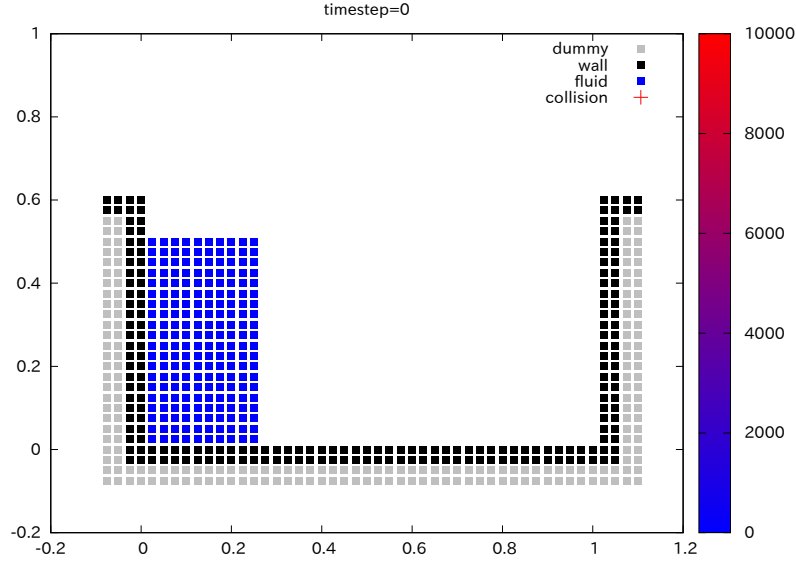
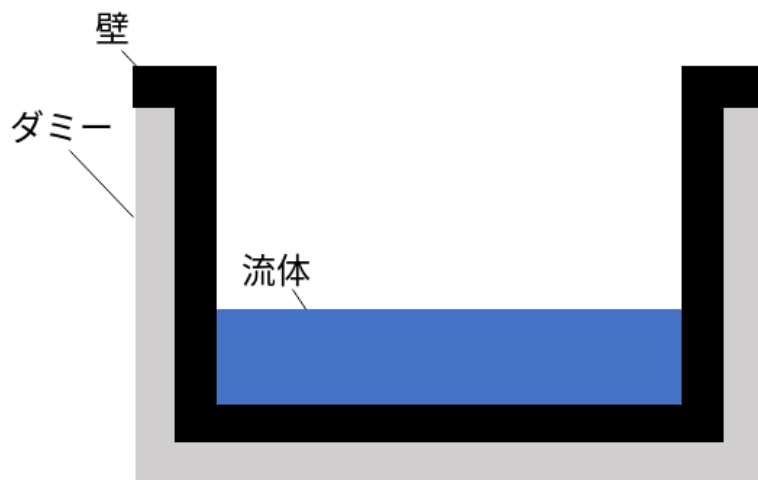

図1 検証モデル (青点:流体粒子, 灰点:ダミー粒子, 黒点:壁粒子)[1]
図 2 終状態
初期状態は図 1 のような箱の中の一部に流体が分布したような状態を考える. 具体的には以下のような条件とする.
2. 図 1 のような初期条件において、十分な時間が経過すれば流体が図 2 のように箱の中で安定な終状態になることが予想できる。数値計算の結果が実際にそうなることを確認する。